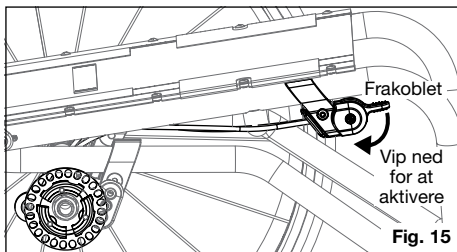

Fig. 15
1. Træk håndtaget til indkoblet position (fig. 15).
1. Sæt håndtaget i frakoblet position (fig. 15).